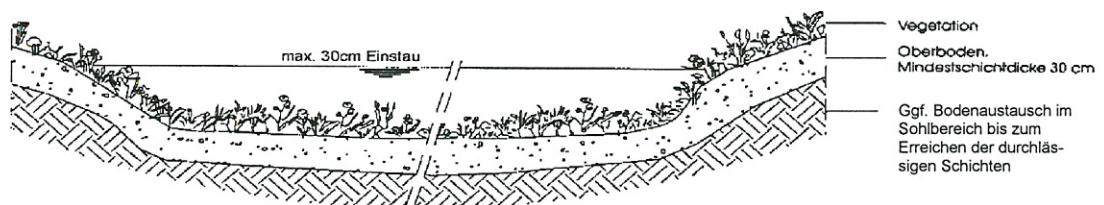

Bild 2: Aufbau einer Versickerungsmulde
- Es empfiehlt sich, den **maximalen Einstau** (Muldentiefe) auf **30cm** zu **begrenzen** um Selbstdichtungserscheinungen der Mulden zu vermeiden. Die **Böschungen** sollten **nicht steiler als 1:2** geneigt sein. → Bild 2
- Im Sohlbereich muss **Oberboden** in einer Stärke von ca. **30cm** eingebaut werden. → Bild 2